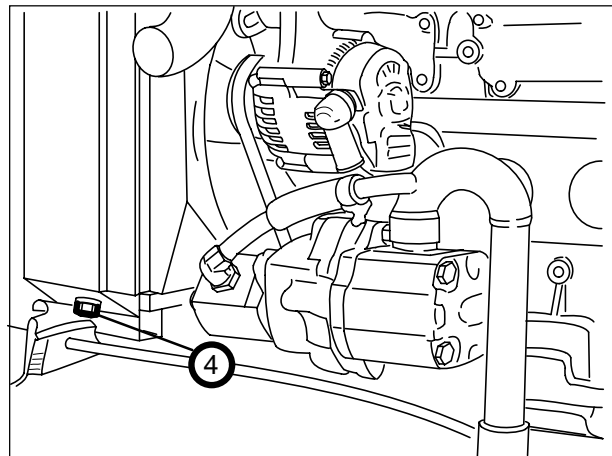
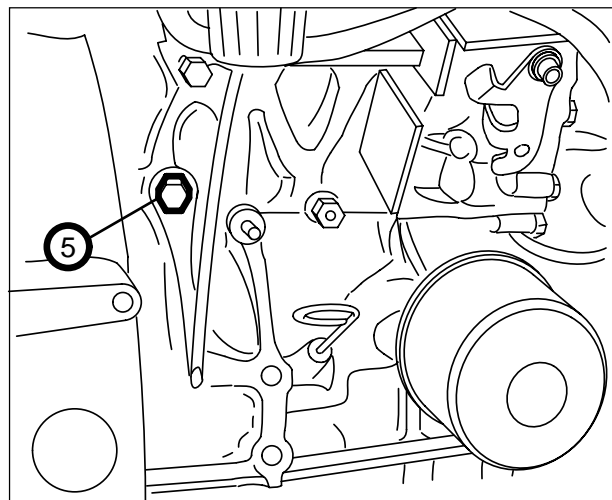

Fig. 40. (4) Tampão de descarga do radiador.
Fig. 41. Tampão de descarga do bloco do motor (5).
1. Para descarregar o sistema, remova o tampão de enchimento do radiador; abra o tampão de descarga do radiador (4. Fig. 40) e o tampão de descarga do bloco do motor (5. Fig. 41).